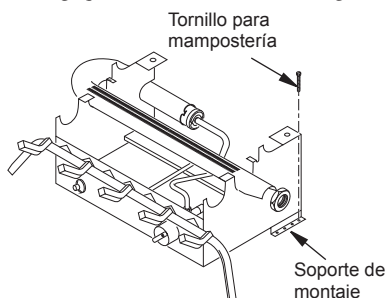

Figura 12 - Instalación del conjunto de la base en el suelo de la chimenea
7. Introduzca el destornillador en los orificios de los soportes de montaje y marque la ubicación de los tornillos (consulte la figura 12). Si la instalación es sobre suelo de ladrillo, marque la ubicación de los tornillos sobre el mortero que está entre los ladrillos.
10. Fije el conjunto de la base en suelo de la chimenea con dos tornillos para mampostería (incluidos en el paquete de ferretería; consulte la figura 12).